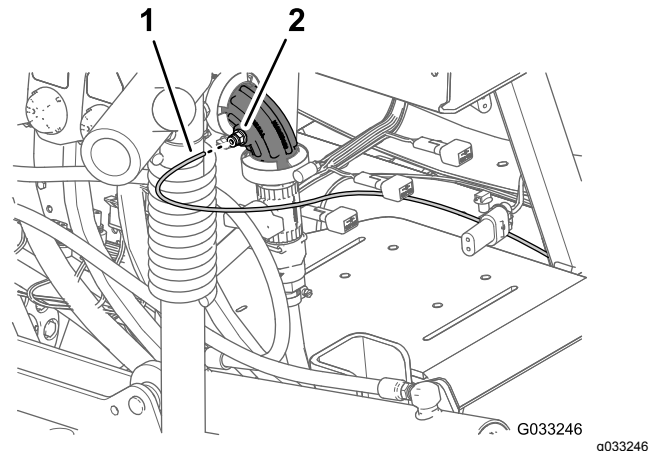
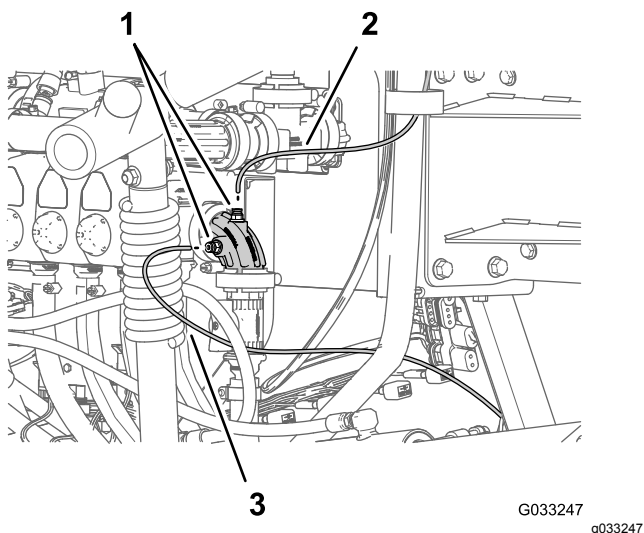

Рисунок 146
Рисунок 147
1. Подсоедините конец трубки датчика давления (пластиковой) для манометра на приборной панели к запорному кольцу соединительной муфты (Рисунок 146 и Рисунок 147).
2. Вставьте трубку датчика давления в запорное кольцо до полной посадки трубки (Рисунок 146 и Рисунок 147).